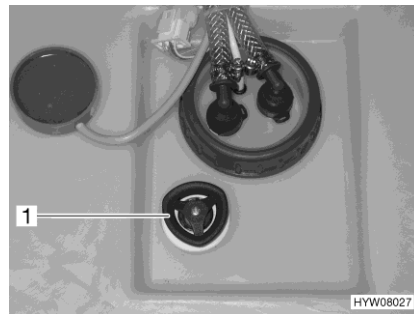

Bild 134 Wassertank mit Drehgriff
- Auf dem Wassertank den Drehgriff (Bild 134,1) im Uhrzeigersinn bis zum Anschlag drehen.
- Auf dem Wassertank den Drehgriff (Bild 134,1) entgegen dem Uhrzeigersinn bis zum Widerstand drehen. Das Wasser läuft bis auf ca. 20 Liter aus.